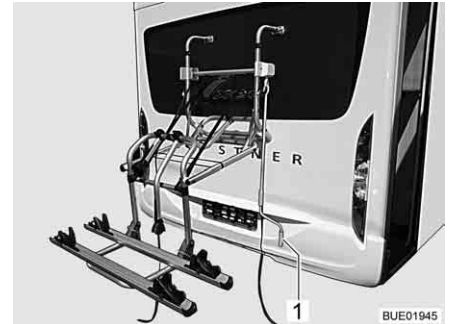

Fig. 3 Porte-vélos, abaissé
- Mettre en place la manivelle (Fig. 3,1) sur le porte-vélos et abaisser le porte-vélos à portée de main.